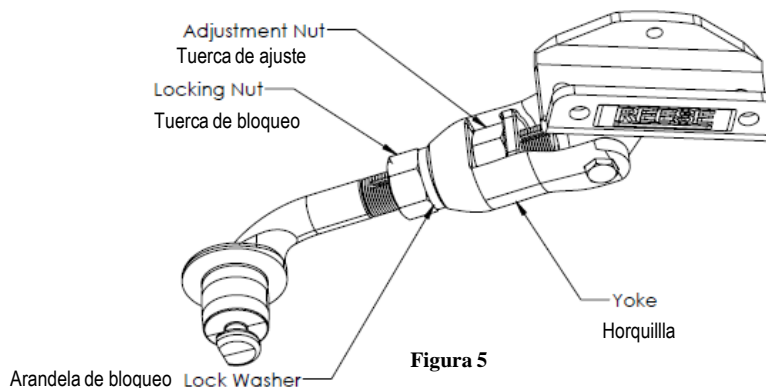
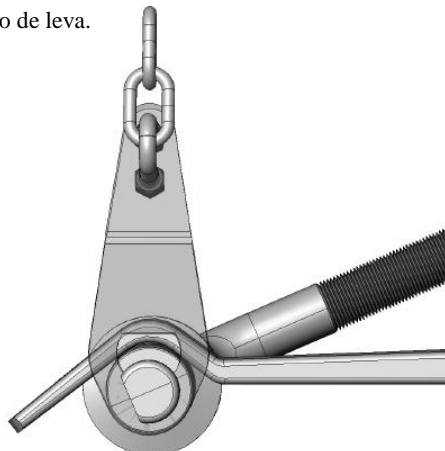

Figura 5
Figura 14
Las mediciones en las figuras 6 y 7 son pautas, el ajuste de la longitud del brazo de leva mediante la tuerca de ajuste (Figura 5) podría ser necesario después de la instalación en instrucciones posteriores de este manual. Cequent Performance Products, Inc. no es responsable por daños incurridos por ignorar alguna parte de este manual.
- 1 Si el vehículo de remolque no está presente en el momento de la instalación del sistema Doble Leva HP, apriete la tuerca de bloqueo (ver figura 5) hasta que la arandela de bloqueo esté completamente comprimida y continúe con la porción de la instalación de la placa del bastidor de este manual para su estilo de bastidor específico, Bastidor Tubular o Bastidor con Canal en C.
6. Revise que el sistema de leva esté correctamente instalado en el retenedor de la barra de resorte (figura 14). Si es necesario re-posicionar el ensamblaje del brazo de leva para cumplir con este requisito, levante el gato de la horquilla del remolque (consulte nuevamente el paso 1 de esta sección), libere los soportes a presión y golpee los ensamblajes de brazo de leva hacia adelante o hacia atrás sobre el bastidor del remolque hasta la posición necesaria con un mazo o martillo.
2. Vaya a cada brazo de leva y revise que el sistema de leva esté perfectamente centrado en el retenedor de la barra de resorte. Haga ajustes a la longitud del brazo de leva según sea necesario, es importante tener el brazo de leva/retenedor de barra de resorte exactamente como se muestra en la figura 14.
3. Antes de poder hacer los ajustes a la longitud del brazo de leva, levante el gato de la horquilla del remolque y baje los soportes a presión. Afloje la tuerca de bloqueo (figura 5) y mueva la tuerca de ajuste (figura 5) hasta que el sistema de leva esté centrado en el retenedor de la barra de resorte (figura 14). Después de hacer los ajustes, levante ambos soportes a presión e instale ganchos retenedores; baje el gato de la horquilla del remolque. Repita el paso 2 de esta sección